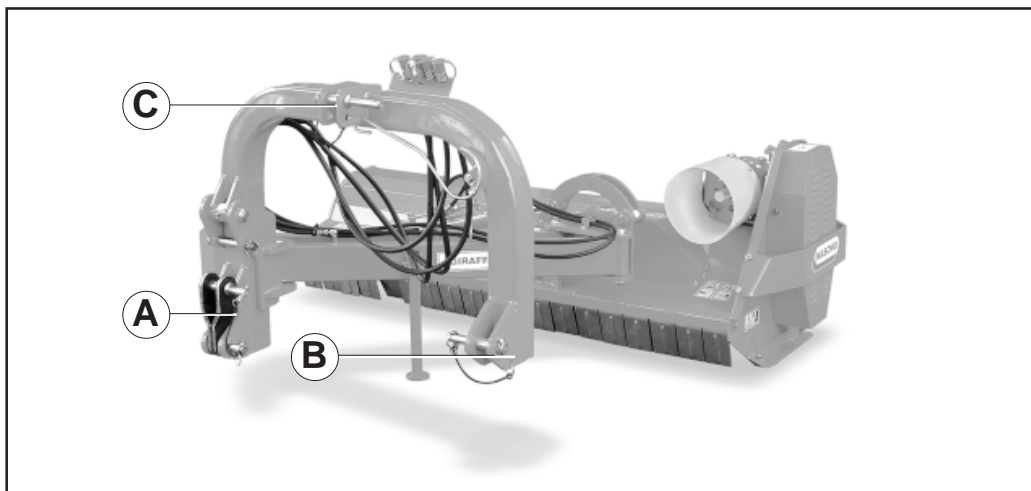

Fig. 7
Le piastre (A-B-C Fig. 7) vanno montate sempre e solo come illustrato in Fig. 7 con i fori posizionati anteriormente al tubo quadro.
The plates (A-B-C fig. 7) are always mounted only as illustrated in fig. 7, with the holes positioned in front of the square tube.
Die in Abb. 7 mit A-B-C angeführten Platten haben stets wie in dieser Abbildung aufgezeigt montiert zu werden - d.h. die Lochungen werden vor das Flachrohr gesetzt.
Les plaques (A-B-C Fig. 7) ne doivent être montées que comme illustré sur la Fig. 7 avec les trous positionnés à l'avant du tube carré.
Las placas (A-B-C Fig. 7) tienen que instalarse siempre y sólo como ilustrado en la Fig. 7, con los agujeros colocados adelante del tubo cuadrado.
- 1- Accostare le barre del sollevatore ponendole all'interno delle piastre (A-B-C Fig. 7), inserire il perno nel foro predisposto e bloccare con le copiglie a scatto.
- 1- *Near the lift bars, setting them in the most suitable plates (A-B-C Fig. 7). Insert the pin into the relative hole and lock in place with the snap-in split pins.*
- 1- Die Lenker des Krafthebers annähern und in die am besten geeigneten Platten schieben (A-B-C Abb. 7). Den Bolzen in das Loch stecken und mit dem einrastenden Splint blockieren.
- 1- *Approchez les barres du relevage en les plaçant à l'intérieur des plaques les plus appropriées (A-B-C Fig.7), introduisez l'axe dans le trou correspondant et bloquez par les goupilles à encastrement.*
- 1- Acercar las barras del elevador poniéndolas dentro de las placas más indicadas (A-B-C Fig. 7), introducir el perno en el orificio y bloquear con los pasadores de resorte.
4 - Collegare il terzo punto superiore (C Fig.7) ed effettuare una corretta regolazione con il tirante, verificando che il piano superiore della macchina risulti parallelo al piano terra.
4 - Connect the upper third-point (C Fig. 7) and correctly regulate by means of the adjuster, checking that the upper surface of the machine is parallel to the ground. This is very important since it achieves parallelism between the axis of the machine and that of the tractor pto.
4 - Den oberen Kupplungspunkt (C Abb. 7) anschließen und den oberen Lenker korrekt einstellen. Sicherstellen, daß die obere Haubenkante der Maschine parallel zum Boden steht. Das ist sehr wichtig, um die Parallelität zwischen der Achse der Maschine und der der Schlepper-Zapfwelle zu erhalten. Wenn diese Parallelität gegeben ist, wird die Zapfwelle weniger belastet und das Leben von Gelenkwelle und Gerät wird verlängert.
4 - Reliez le troisième point supérieur (C Fig. 7) et réglez correctement à l'aide du tirant. Assurez-vous que le plan supérieur de la machine soit pratiquement parallèle au terrain. Ceci est très important en vue d'obtenir le parallélisme entre l'axe de la houe et celui de la prise de force du tracteur. Travailler dans ces conditions signifie limiter les sollicitations sur la prise de force et prolonger la durée de l'arbre à cardans, mais aussi de la machine.
4 - Conectar el tercer punto superior (C Fig. 7) y efectuar una correcta regulación con el tirante de regulación controlando que el plano superior de la máquina resulte paralelo al plano al nivel del suelo. Esto es muy importante para obtener paralelismo entre el eje de la máquina y el eje de la toma de fuerza del tractor. Esto permite limitar los esfuerzos sobre la toma de fuerza misma y hacer durar el árbol cardánico y la máquina misma.